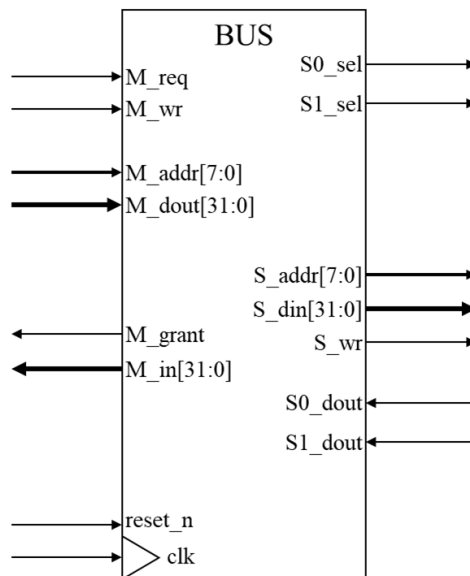

Figure 4. Schematic symbol of bus
- Figure 4 은 Bus 의 schematic symbol 로 input/output port 의 이름과 bit width 를 나타낸다.